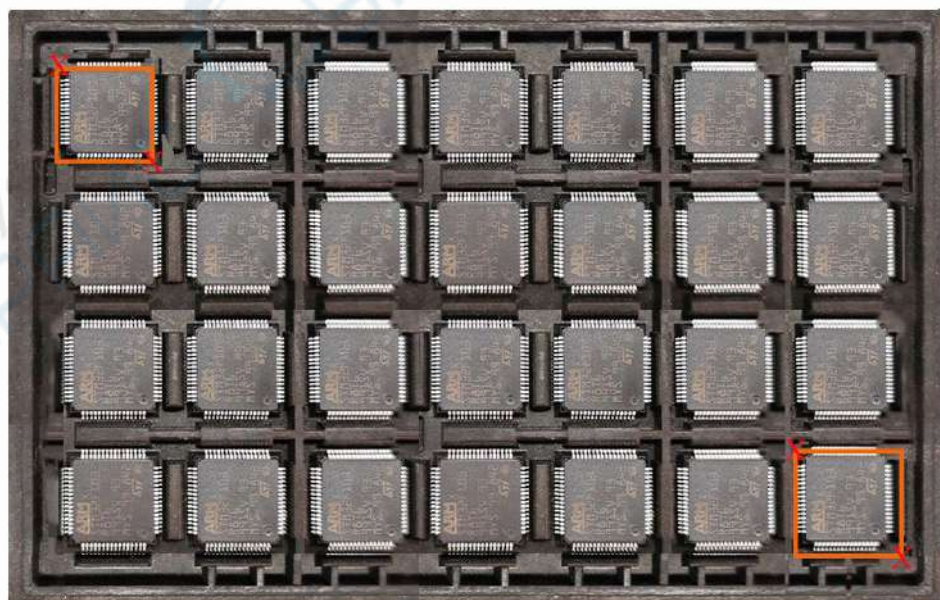

Рисунок 63
**Примечание.** Каждый компонент необходимо тестировать с соответствующим соплом. Если компонент не может быть нормально захвачен, необходимо проверить положение захвата и положение иглы. Нажмите кнопку «Advanced» для проверки высоты захвата. После всех проверок повторно запустите тест захвата. Если компонент захватывается из лотка («Tray»), необходимо первым делом проверить микросхемы в левой верхней и правой нижней части. Зафиксируйте положение лотка, указав положение этих двух микросхем (рисунок 63).